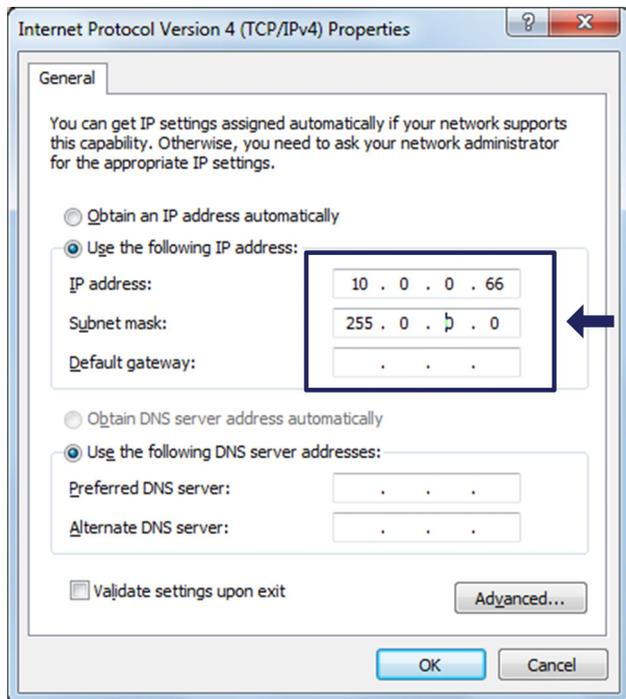

図3.9 IP およびサブネット
▶ IP address と Subnet mask (図3.9)を設定。